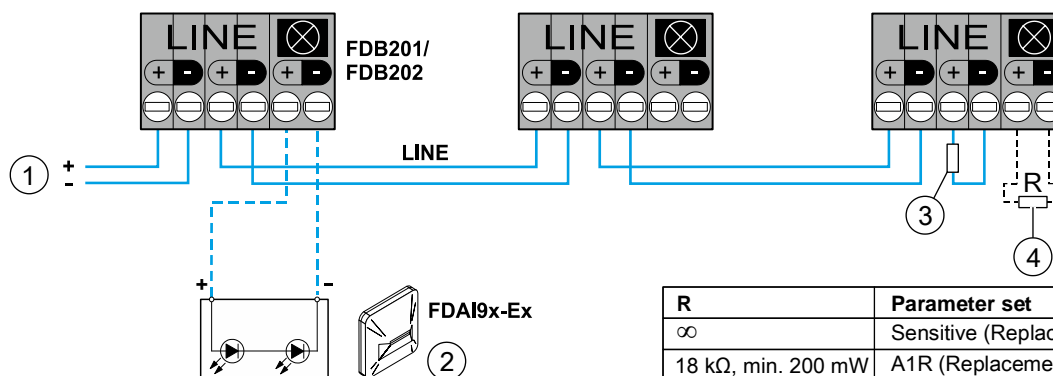

**Fig. 4**
- FDnet-Ex: See Fig. 4
- FDnet-Ex: Siehe Fig. 4